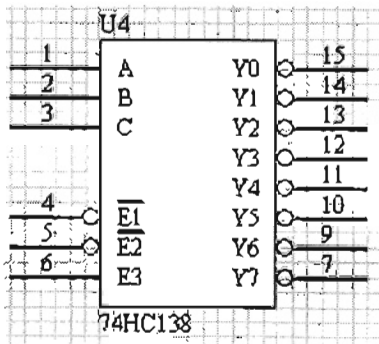

图 20-1 74HC138 译码器引脚图
- (1) 当 P1.0 对应键按下时，变量 K0（在片内）内容加 1，若大于 9，清为 0，然后转移到出口标号 KEX。
- (2) 当 P1.1 对应键按下时，变量 K1（在片内）内容减 1，若小于 0，置为 9，然后转移到出口标号 KEX。
- (3) 当无任何键按下时，直接转移到出口标号 KEX。
20、利用 74HC138 译码器（如图 20-1 所示）和适当的两输入逻辑门，为 51 单片机设计一个全译码电路，基本要求如下：